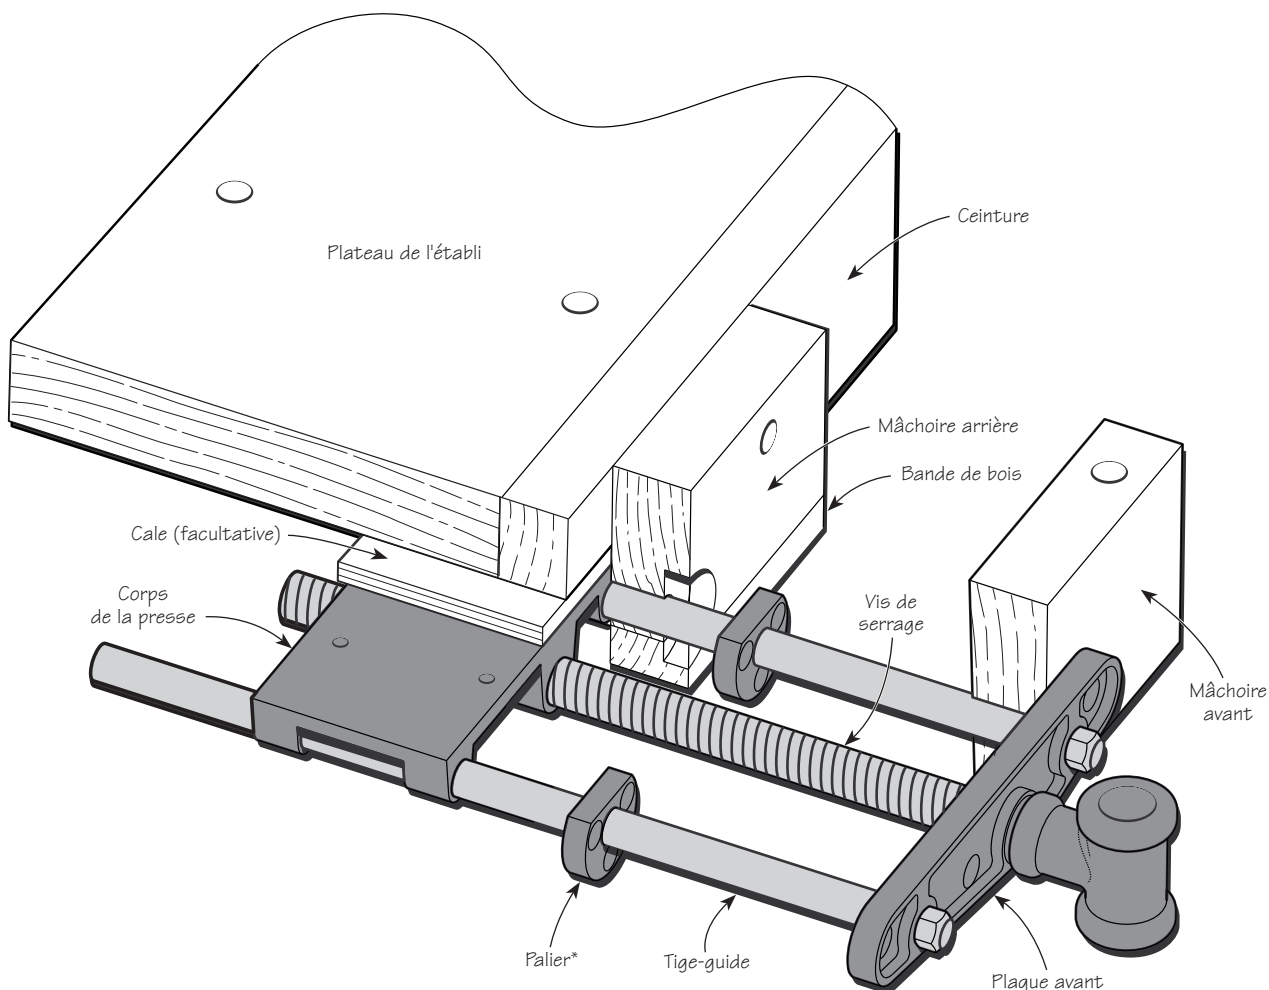
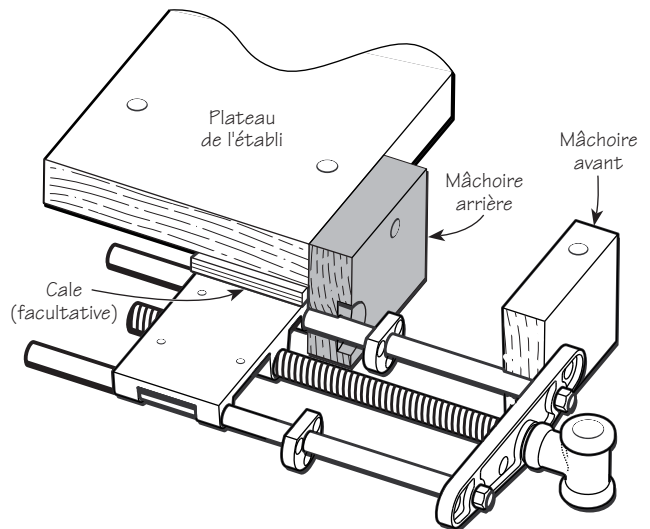

Figure 1 : Composants de la presse
Figure 3 : Établi sans ceinture avec mâchoire arrière
**4 :** Cette disposition montre la presse installée sur un établi muni d'une ceinture. Si le bas de la ceinture se trouve à plus de 2 1/4 po (pour le modèle 70G08.02) ou 1 3/4 po (pour le modèle 70G08.01) sous le plateau, suivre la configuration de la figure 3. La ceinture constituera alors la mâchoire arrière de la presse. Si la hauteur de la ceinture n'est pas suffisante, deux options sont possibles. La première consiste à coller une bande de bois sur le chant inférieur de la ceinture pour combler le manque – voir la figure 1. L'autre est d'ajouter une mâchoire arrière, comme illustré. Dans ce cas, une entaille pratiquée dans la ceinture permet au corps de la presse de s'appuyer directement contre la mâchoire arrière – comme illustré – afin de conserver son ouverture maximale.